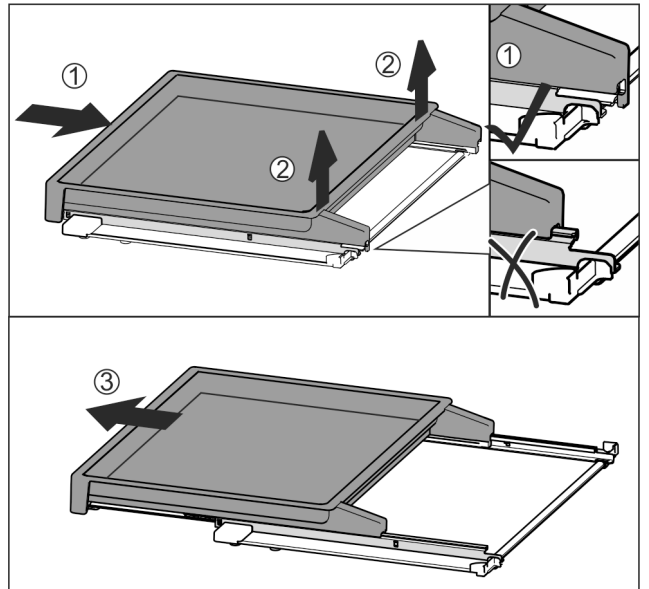

Fig. 36
- ▶ Spingere completamente il ripiano estraibile Fig. 36 (1).
- ▶ Staccare il blocco sul lato posteriore Fig. 36 (2).
- ▶ Estrarre in avanti il ripiano estraibile Fig. 36 (3).